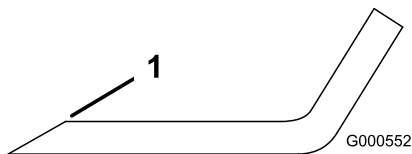

Figura 69
1. Folosii o pilă pentru a ascui marginea de tăiere la ambele capete ale lamei (Figura 69).
Notă: Dacă lama nu este echilibrată, pili numai din capătul suprafeței velice (Figura 69).